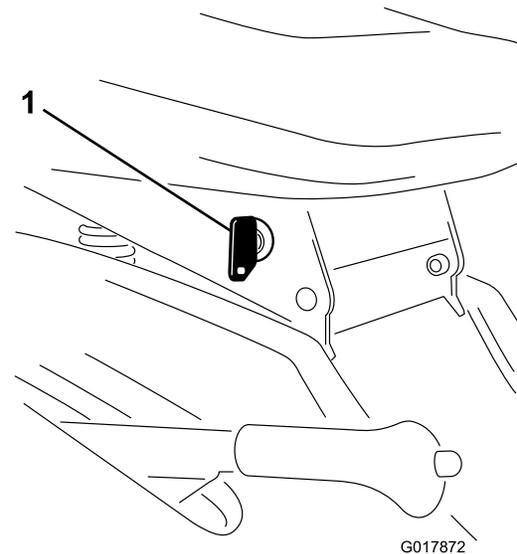

Figura 10
Si necesita utilizar las cuchillas (TDF) en marcha atrás, desactive el sistema de seguridad usando el interruptor KeyChoice que está situado cerca del soporte del asiento (Figura 10).
2. Inserte la llave KeyChoice en el interruptor (Figura 10).